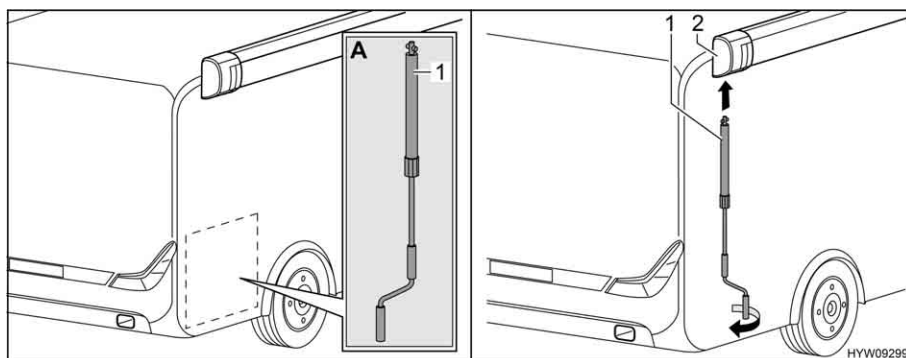

Fig. 11 Applicazione manovella
- Prelevare la manovella (Fig. 11,1) dal garage di coda (Fig. 11,A).
- Inserire la manovella nel supporto a baionetta (Fig. 11,2) della tenda.